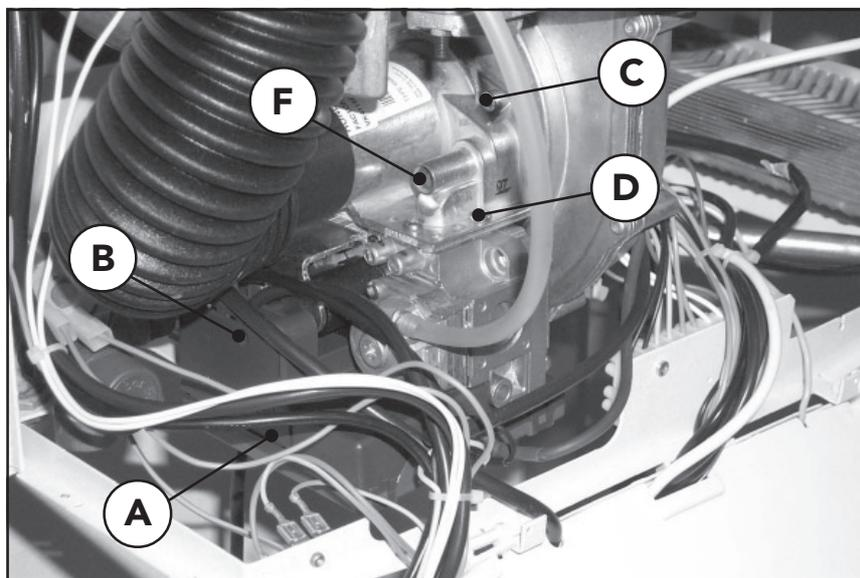

Fig. 19
Qualora si renda necessario utilizzare l'apparecchio con gas diverso da quello preimpostato, è necessario inserire (o togliere) il corretto diaframma tra valvola gas e venturi, ed agire sulla vite di regolazione F (fig.19) posta sul gruppo venturi per regolare il tenore di CO2 nei fumi al valore nominale (entro +/- 0.1%) riportato in tabella:
- 15 Se necessario, agire **lentamente** sulla vite di regolazione F (fig.19) posta sul venturi per portare il tenore di CO2 al valore nominale (entro +/- 0.1%) previsto in tabella per il corrispettivo tipo di gas. **Si raccomanda di agire solo sulla vite F e non sulla valvola gas: tale operazione potrebbe compromettere il corretto funzionamento dell'apparecchio.**